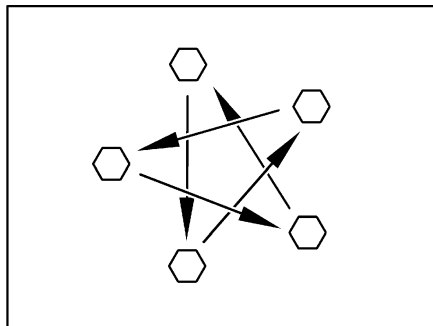

Fig. 287 Apretar las tuercas o los tornillos de las ruedas en forma de cruz
- Comprobar periódicamente que las tuercas o tornillos de las ruedas estén firmemente apretados. Reajustar en forma de cruz (Fig. 287) las tuercas o tornillos después de cambiar una rueda, al cabo de 50 km.
- ▷ Apretar en forma de cruz las tuercas o los tornillos de las ruedas (Fig. 287).